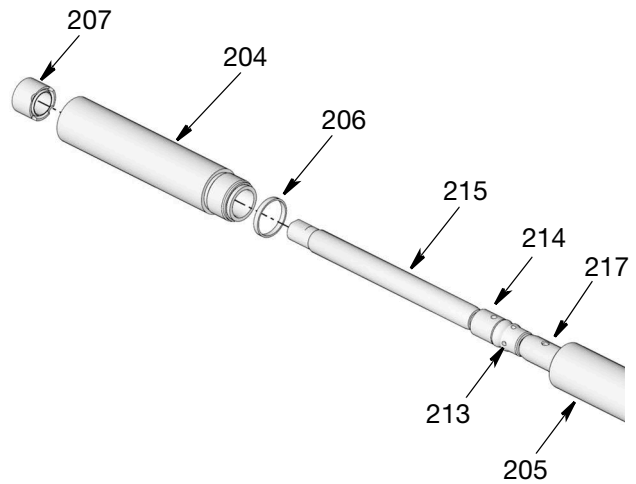

图 31
18. 使用两个带绕扳手, 在相反方向上用力, 拧松垫片气缸, 将泵气缸 (204) 与垫片气缸 (205) 分开。当气缸 (204) 足够松动时, 用手拧下螺丝, 将其从其他分段拆下 (图 31)。